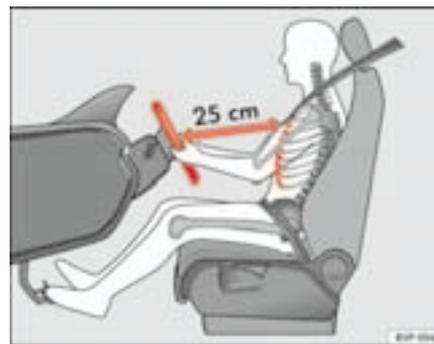

Fig. 128 Posición correcta del conductor
- Ajuste el volante hasta alcanzar la posición deseada ⇒ fig. 128.
- Ajuste el asiento del conductor o el volante de modo que quede una distancia mínima de 25 cm entre el volante y el tórax ⇒ página 166, fig. 128. ¡Si no respeta la distancia mínima, el airbag no le protegerá adecuadamente y corre peligro de muerte!